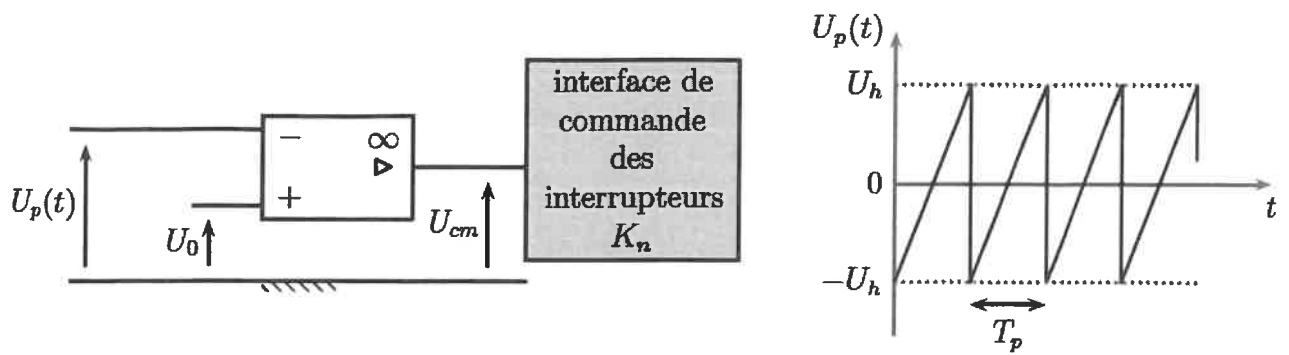

FIGURE 7 – Circuit générant la tension $U_{cm}(t)$.
□ 24 — La tension de commande U_{cm} est générée par le montage de la figure 7, dans lequel l'amplificateur opérationnel est idéal. La tension U_0 est constante telle que $U_0 \in [-U_h; U_h]$, où $U_h > 0$. La tension $U_p(t)$, appelée porteuse, est T_p -périodique et en dents de scie (suite de rampes montantes). Justifier que l'amplificateur fonctionne en régime de saturation en tension (on note V_{sat} l'amplitude de la tension de sortie dans ce cas).